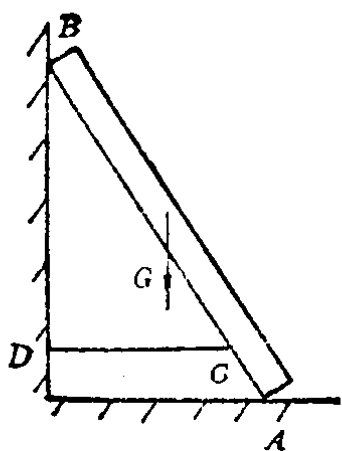
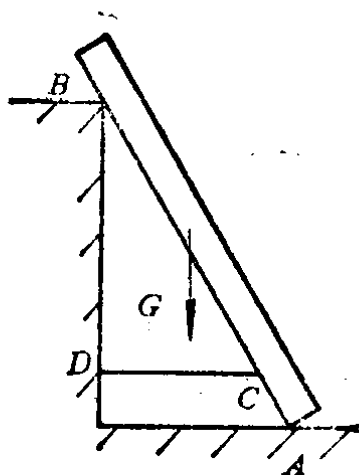

图 1-18
图 1-19
4. 试画出图1-18和图1-19所示杆 AB 的受力图, CD 为绳索。杆与墙、地面的接触表面都是光滑的。